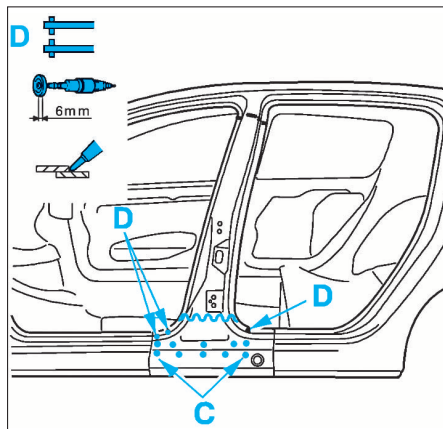

FIG. 62
- Procéder au soudage (Fig.62 à 66) au MIG ou avec une pointuse électrique puis meuler.